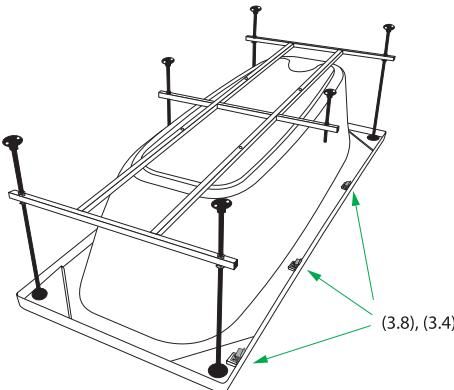

Рис. 4
- Закрепить каркас на ванне саморезами 4,2x40 (2.8) к днищу и саморезами 3,5x16 мм (2.7) каждую опору (2.2) (рис. 4);